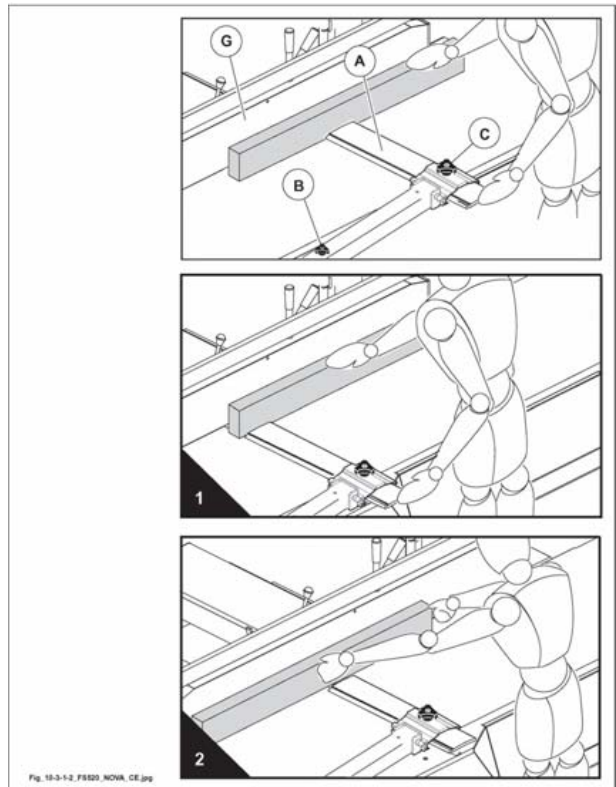

Fig. 10.3-1-2
- Premere il pezzo contro la guida, verso la tavola d'uscita, tenendo la mano sinistra (ad esempio a pugno chiuso ed il pollice sul pezzo). Muovere il pezzo in avanti con la mano destra con moto regolare (esempio pugno chiuso e pollice sul pezzo) (2 fig. 10.3-1-2).